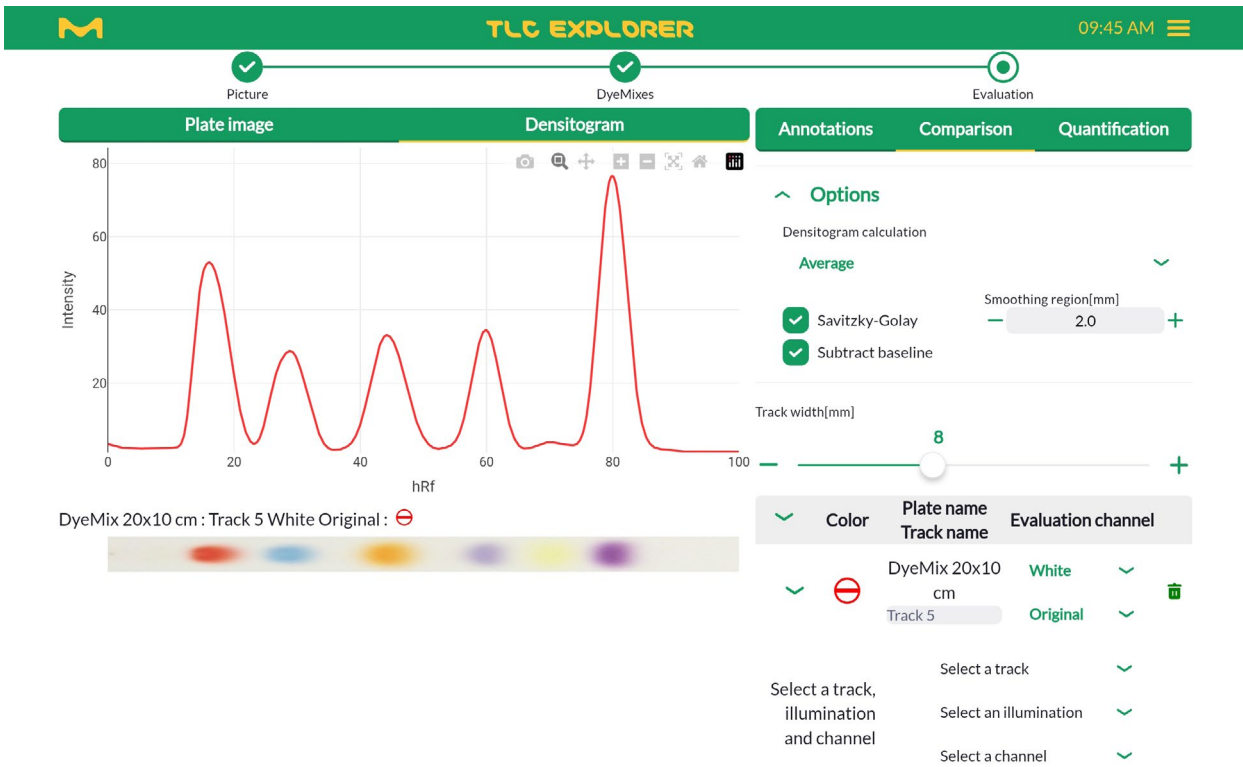

Abbildung 4.16: Bearbeiten und Aufrufen einer Densitogramm-Berechnung
- 8) Um den für das Diagramm verwendeten Track aufzurufen, tippen Sie oberhalb des Plattenbilds auf die Registerkarte „Densitogram“ (Densitogramm). Darunter befindet sich das vertikal gedrehte Track-Bild. Dieses ist so skaliert, dass es der X-Achse des darüber befindlichen Diagramms entspricht (siehe Abbildung 4.16).
- 10) Zugriff auf zusätzliche Bedienelemente (siehe Abbildung 4.16) erhalten Sie, indem Sie den Abschnitt „Options“ (Optionen) erweitern. Die Einstellungen dieser Bedienelemente gelten für alle Tracks des aktuellen Vergleichs: